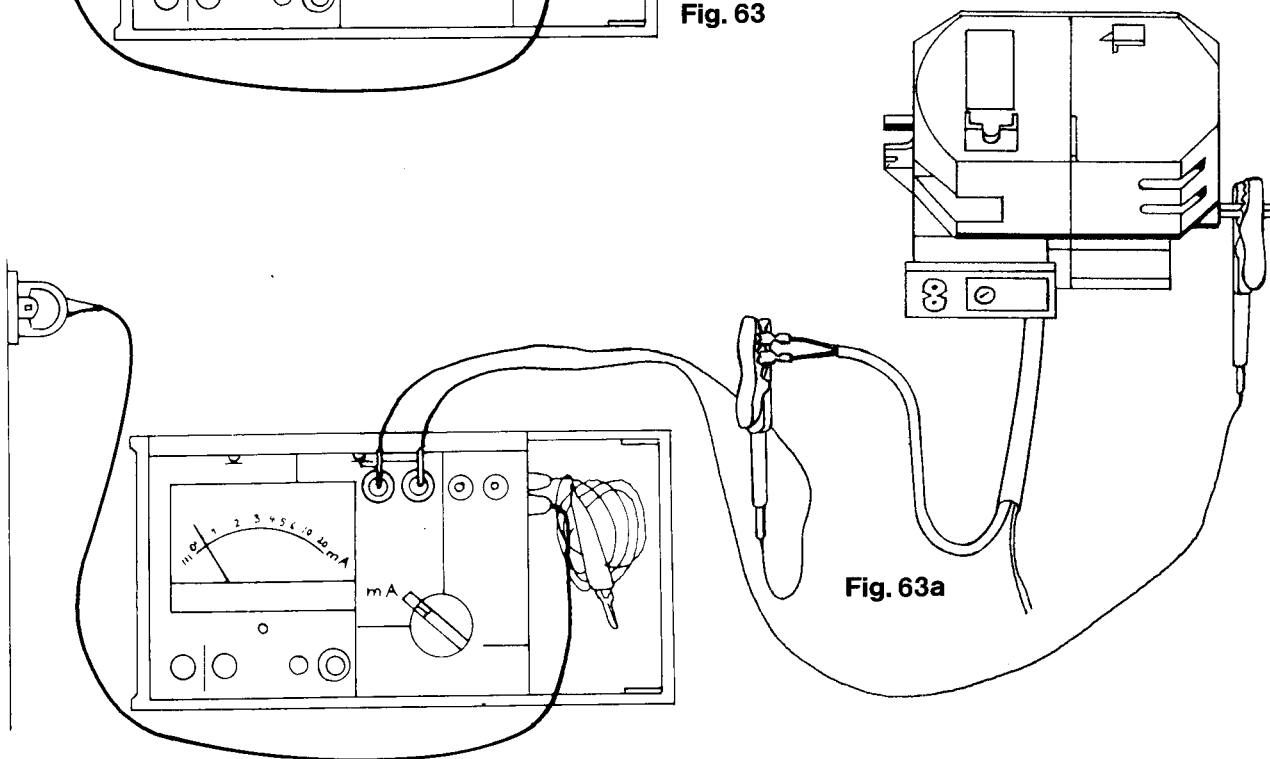

Fig. 63a
- Die zwei Kabel wie in Abb. 63a anbringen.
- Insert the two wires on the left hand side of the Metraterster (Fig. 63a).
- Connect the two wires as shown in Fig. 63a.
- Placer les deux câbles de mesure à gauche dans le Metratester, selon fig. 63a.
- Fixer les deux câbles selon fig. 63a.